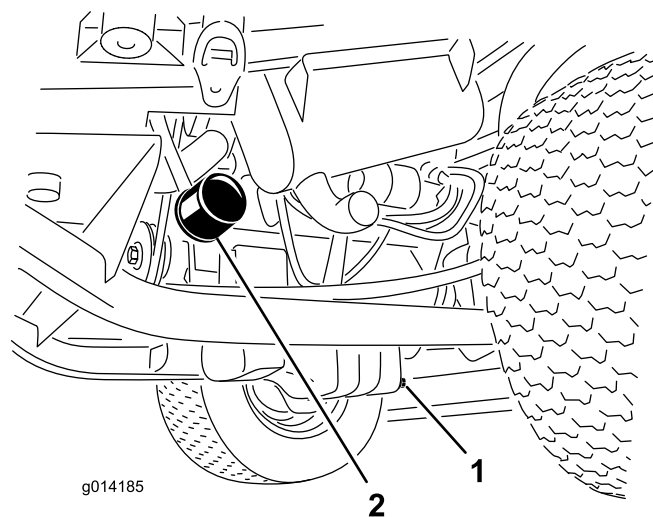

Рисунок 45
3. Снимите масляный фильтр (Рисунок 45).
1. Снимите сливную пробку (Рисунок 45) и дайте маслу стечь в сливной поддон.